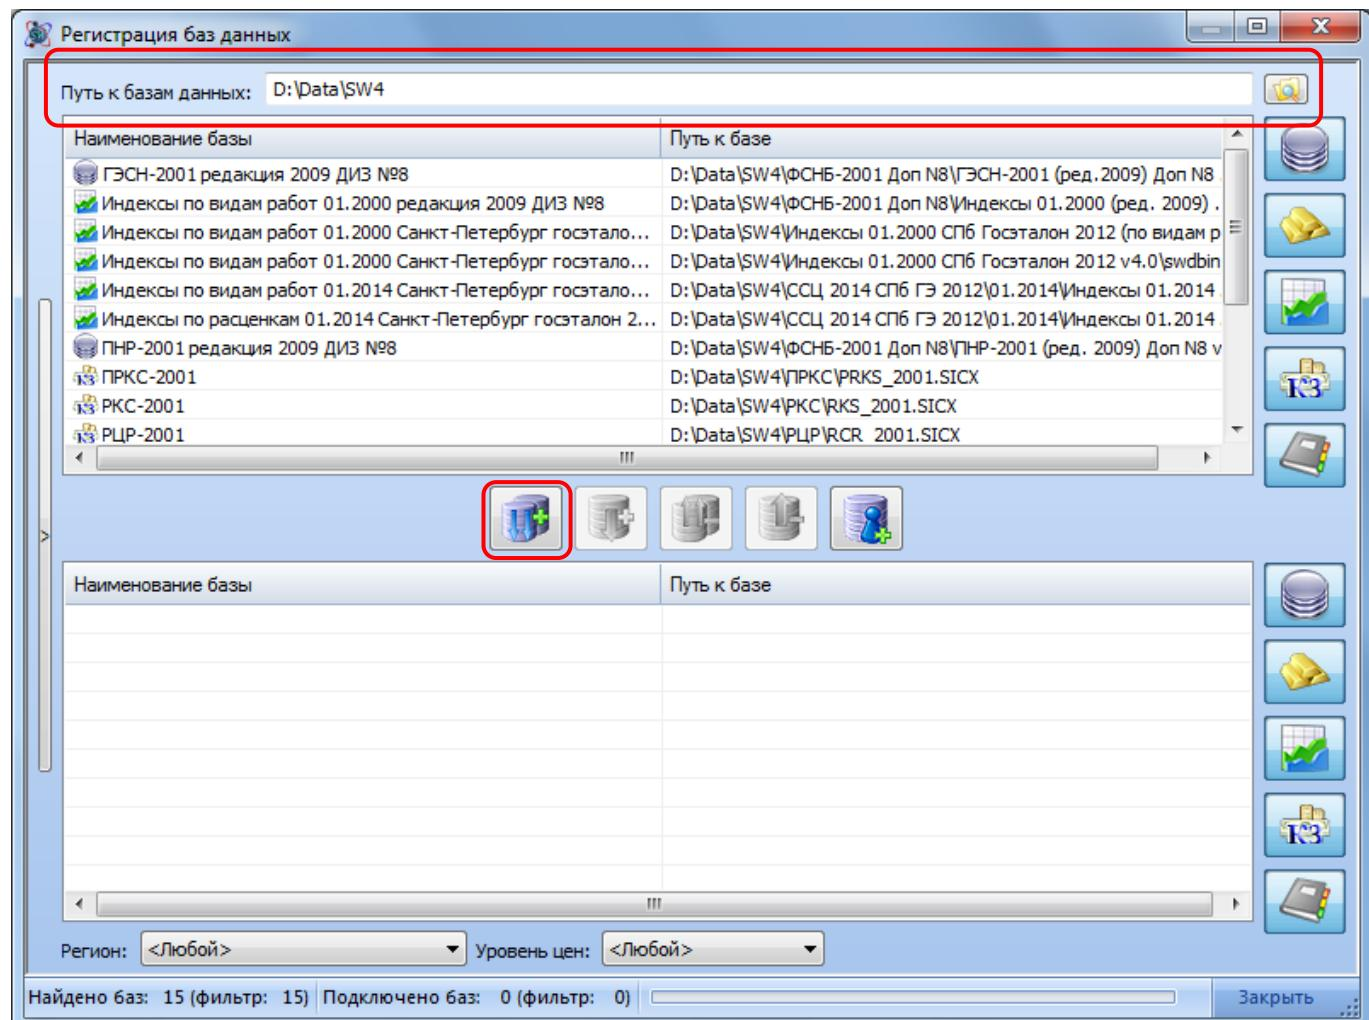

Рис. 6.17 Окно Регистрация баз данных
2. В открывшемся диалоговом окне *Регистрация баз данных* (рис. 6.17) при помощи кнопки – Обзор указать путь к каталогу, в котором расположены файлы баз данных;
2. В открывшемся диалоговом окне *Регистрация баз данных* нажать на кнопку — Создать персональную базу (см. рис. 6.17);